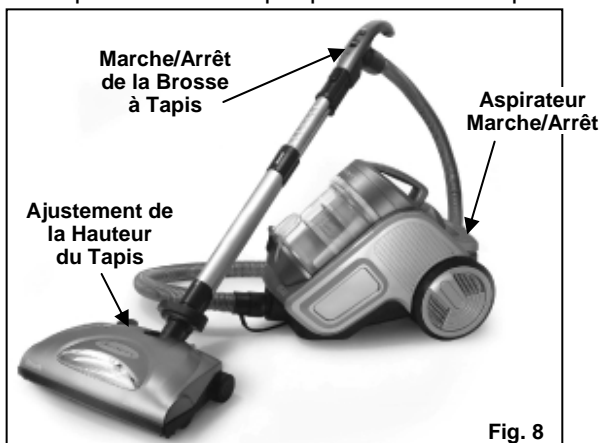

Fig. 8
2. Appuyez sur l'ajustement de la hauteur du tapis afin de sélectionner l'ajustement approprié pour votre tapis. Vous verrez la hauteur du tapis sélectionnée à travers la fenêtre de visionnement. (Fig. 8)
3. Mettez l'interrupteur de l'aspirateur en position « Marche » et ensuite mettez l'interrupteur de la brosse à tapis sur « Marche ». (Fig. 8)